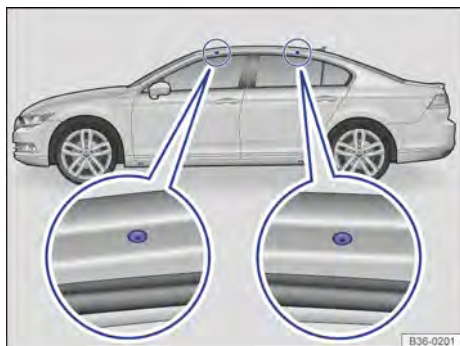

Fig. 259 Abaixo da vedação das portas dianteira e traseira: pontos de fixação para os suportes de base.
Os furos para fixação dos suportes de base se encontram nos lados inferiores das vigas do teto e somente podem ser vistos se a porta estiver aberta → **Fig. 259**.
- Fixar as barras de suporte somente nas marcações indicadas na figura → **Fig. 259**.